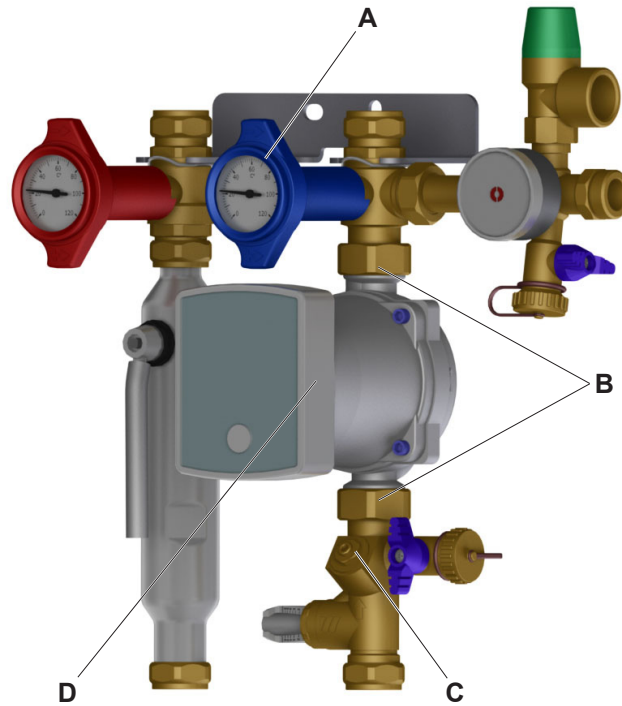

Fig. 11: Smontaggio della pompa di circolazione del circuito solare (illustrazione rif. al mod. 8130 con tubo del disareatore e dispositivo di regolazione)
- Chiudere la valvola di regolazione/chiusura (pos. C, vedere Fig. 11 a pag. 17).
- Allentare il cablaggio della pompa solare (pos. D, vedere Fig. 11 a pag. 17).
- Aprire lentamente il rubinetto a sfera della corsa di ritorno (rubinetteria multifunzione pos. A, vedere Fig. 11 a pag. 17) ruotando l'impugnatura a termometro di 90° in senso antiorario fino al punto di arresto (vedere „posizioni dell'impugnatura a termometro“ a pag. 6).
- Aprire lentamente la valvola di regolazione/intercettazione (pos. C, vedere Fig. 11 a pag. 17).
- Impostare la portata con una chiave a brugola da 4 (pos. C, vedere Fig. 11 a pag. 17).